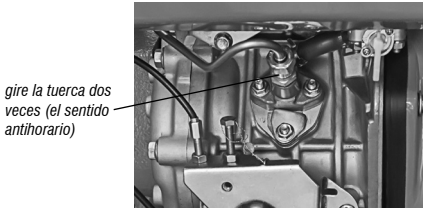

Fig. 8 – Purgando el sistema de combustible
- a. Con una llave, gire la tuerca del pico inyector dos veces en el sentido antihorario, Fig. 8;